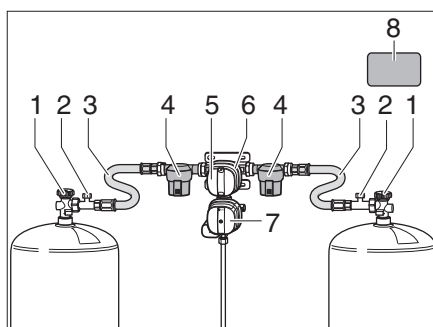
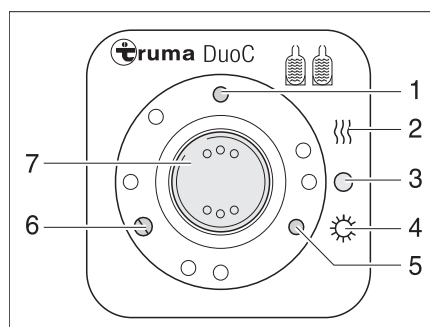
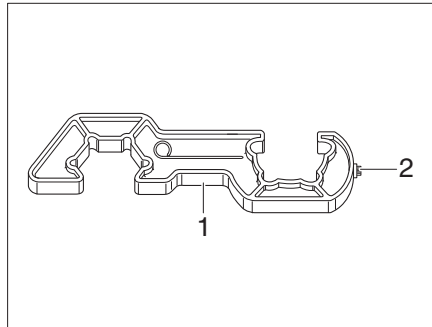
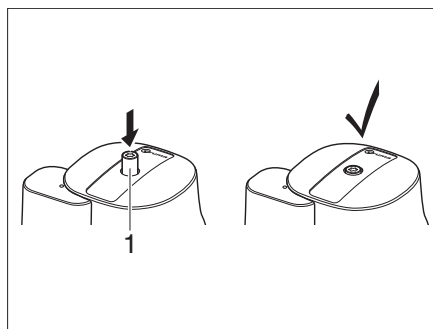

Fig. 243 Impianto di commutazione DuoControl
Fig. 244 Centralina di controllo
Fig. 246 Strumento ausiliario
Fig. 247 Sensore di crash
L'impianto di commutazione DuoControl è costituito da una valvola commutatrice (Fig. 243,6) e dalla centralina di controllo (Fig. 244). La valvola commutatrice è montata tra i tubi flessibili ad alta pressione (Fig. 243,3). Con la manopola (Fig. 243,5) sulla valvola commutatrice è possibile stabilire, quale delle bombole del gas viene utilizzata come bombola in uso e quale bombola del gas viene utilizzata come bombola di riserva.
La valvola commutatrice (Fig. 243,6) è munita dell'impianto antighiaccio EisEx. In questo modo si possono evitare guasti nell'impianto del gas in inverno.
A monte della valvola commutatrice si trova su ogni lato un filtro del gas (Fig. 243,4) che protegge l'impianto del gas dall'olio e dalle impurità.
Sulla centralina di controllo (Fig. 244) possono essere gestite solo le funzioni elettriche. Le valvole principali di arresto (Fig. 243,1) delle bombole del gas devono essere aperte manualmente.
La valvola commutatrice garantisce una pressione del gas costante, indipendentemente da quale bombola provenga l'alimentazione del gas. Le due spie di controllo della centralina di controllo segnalano il livello della bombola in uso. Se la spia di controllo verde (Fig. 244,6) è accesa, la bombola in uso è piena. Se la spia di controllo rossa (Fig. 244,5) è accesa, la bombola in uso è vuota. In questo caso il gas viene fornito dalla bombola di riserva.
- Aprire le valvole principali di arresto (Fig. 243,1) delle bombole del gas.
- Con la manopola (Fig. 243,5) sulla valvola commutatrice (Fig. 243,6) selezionare la bombola del gas da cui proviene la principale alimentazione del gas (bombola in uso).
- Portare l'interruttore a bilico (Fig. 244,7) in posizione "O" (Fig. 244,3). La spia di controllo gialla (Fig. 244,1) si spegne.
- Chiudere le valvole principali di arresto (Fig. 243,1) delle bombole del gas.
Le spie di controllo sulla centralina di controllo (Fig. 244,5 e 6) segnalano all'interno del veicolo se la bombola del gas in uso è pronta.
Se la spia di controllo verde (Fig. 244,6) si spegne durante il funzionamento e la spia di controllo rossa (Fig. 244,5) si accende, la bombola del gas selezionata come bombola in uso è vuota e deve essere sostituita. La bombola di riserva continua ad alimentare le utenze a gas.
- ▶ Per avvitare e svitare i tubi flessibili ad alta pressione, utilizzare lo strumento ausiliario (Fig. 246,1). Esso garantisce la necessaria coppia di serraggio e impedisce che l'uso di utensili errati danneggi collegamento a vite.
- Chiudere la valvola principale di arresto (Fig. 243,1) della bombola del gas vuota.
- Svitare il tubo flessibile ad alta pressione (Fig. 243,3) dalla bombola del gas per mezzo dello strumento ausiliario (Fig. 246).
- Collegare la bombola del gas piena al tubo flessibile ad alta pressione (Fig. 243,3).
- Aprire la valvola principale di arresto (Fig. 243,1) della bombola del gas.
- Posizionare con un mezzo giro la manopola (Fig. 243,5) sulla valvola commutatrice (Fig. 243,6) in modo tale che la bombola del gas appena sostituita serva da bombola di riserva.
- Premere il pulsante (Fig. 243,2) del dispositivo antirottura del tubo flessibile ad alta pressione per attivarlo.
- Eventualmente premere il pulsante di reset (Fig. 247,1) del sensore di crash.
- ▶ Osservare l'etichetta di sicurezza (Fig. 243,8) applicata nel vano portabombole.
- Con il Torx T20 (Fig. 246,2) dello strumento ausiliario premere verso l'interno il pulsante di sbloccaggio (Fig. 247,1), ruotare leggermente in senso orario e mantenere in questa posizione per 5 secondi. Il sensore di crash è pronto quando il pulsante di sbloccaggio (Fig. 247,1) in rimane nella posizione premuta.
- Dopo aver sostituito la bombola del gas, premere vigorosamente il pulsante verde (Fig. 243,2) del tubo flessibile ad alta pressione (Fig. 243,3).